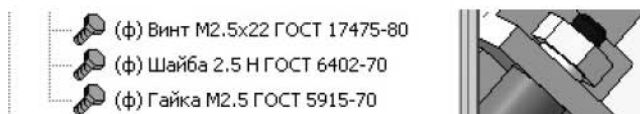

Рис. 3.63. Фрагмент соединения переключателя с передней панелью
- Выберите из главного меню **Библиотеки** **Стандартные изделия** или со стандартной панели **Менеджер** **Машиностроение** **Библиотека крепежа для КОМПАС-3D**. Добавьте в сборку указанные в дереве модели и показанные на рис. 3.63 стандартные изделия. Винт установите через созданную втулку.